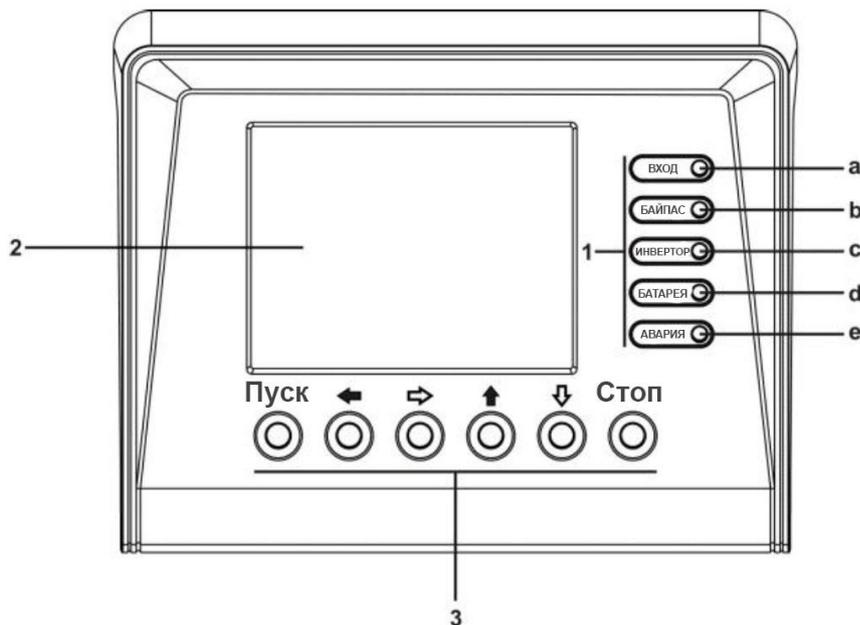

Рисунок 5.1 Внешний вид панели управления
5.1 Основные элементы панели управления (рис.5.1)